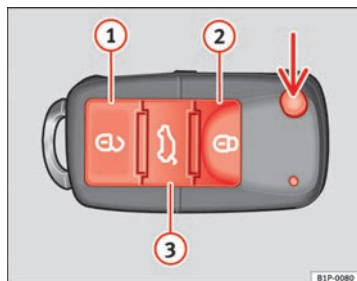

Fig. 46 Botões da chave com comando à distância
Com o botão ⇒ Fig. 46 (seta) do comando, destranca-se o palheta da chave.
Destrancamento do veículo ⇒ Fig. 46 ①.
Trancamento do veículo ⇒ Fig. 46 ②.
Destrancagem da porta do porta-bagagens. Pressione o botão ⇒ Fig. 46 ③ até que todas as luzes indicadoras de mudança de direcção do veículo pisquem durante breves segundos. Ao pressionar o botão de destrancamento ③, dispõe de 2 minutos para abrir o porta-bagagens. Uma vez decorrido este tempo, será novamente trancado.
- Pressione o botão   ⇒ Fig. 46 do comando à distância.
Para alterar o estado de trancamento/destrancamento, accione o botão  ou o botão ① ⇒ Fig. 46 da chave do comando à distância.